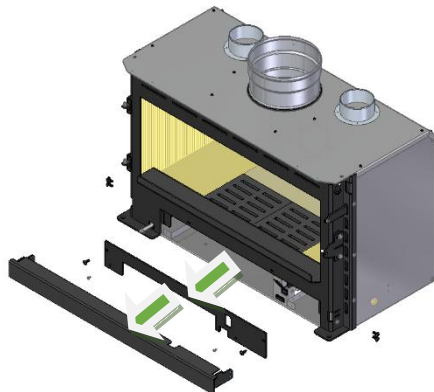

Figura 43 - Desmontaje de la tapa inferior y de la cubierta inferior
a. Retire la tapa inferior aflojando los tornillos laterales y, a continuación, retire la tapa frontal inferior aflojando también los tornillos, véase la Figura 43.